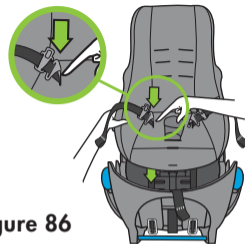

Figure 86
- Poussez la languette de la boucle vers le bas à travers l'ouverture de la sangle de hanche dans la housse et la coque intérieures du porte-bébé, comme indiqué dans la **Figure 86**.